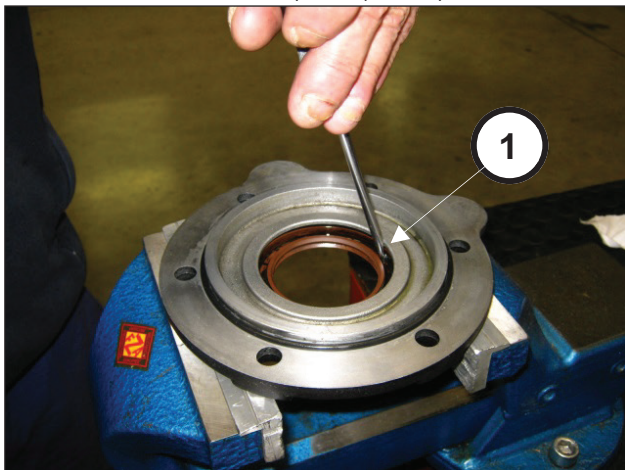

Abb. 9
Ziehen Sie den Ölabbstreifring von der Innenseite des Deckels aus dem Ritzeldeckel heraus (Pos. ①, Abb. 9).